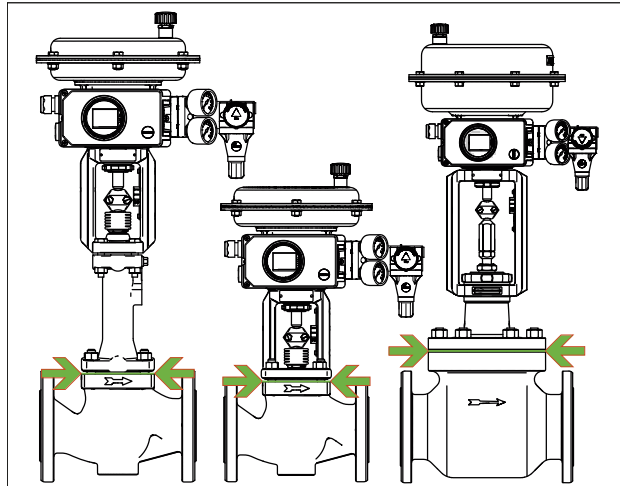

Fig. 21 : Limite d'isolement des vannes de régulation (exemple)
- ⇒ Isoler les vannes de régulation uniquement jusqu'à la bride du couvercle du corps de vanne, cf. Fig. 21. Cela s'applique également aux exécutions avec soufflet ou pièce d'isolement lorsque la température du fluide est inférieure à 32 °F (0 °C) ou supérieure à 428 °F (220 °C). Si la pièce d'isolement est incluse dans l'isolation, elle perd alors sa fonction !